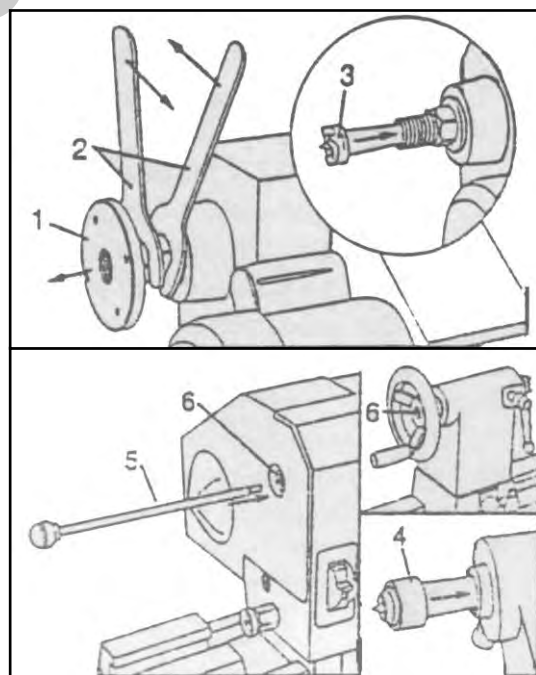

Figura 22 – Configurazione con puntali.
1. Rimuovere il piattello porta-pezzo [1] in Figura 22], utilizzando due chiavi per dadi esagonali per separare il piattello stesso dall'albero del mandrino (Figura 22).